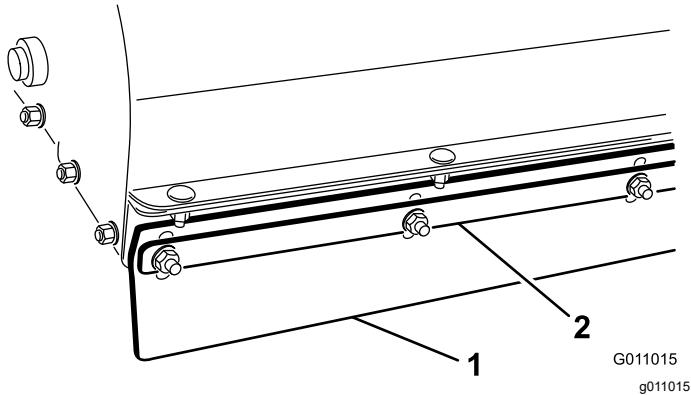

Figura 23
1. Allentate i dadi che fissano la reggetta di metallo e la falda anteriore all'alloggiamento della spazzola (Figura 23).